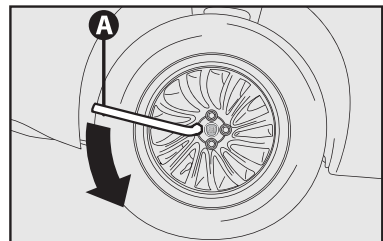

fig. 5
**1)** Desapertar cerca de uma volta os parafusos de fixação da roda a ser substituída **A-fig. 5**; (nos veículos equipados com calota fixada sob pressão, retirá-la antes, usando uma chave de fenda (não fornecida);